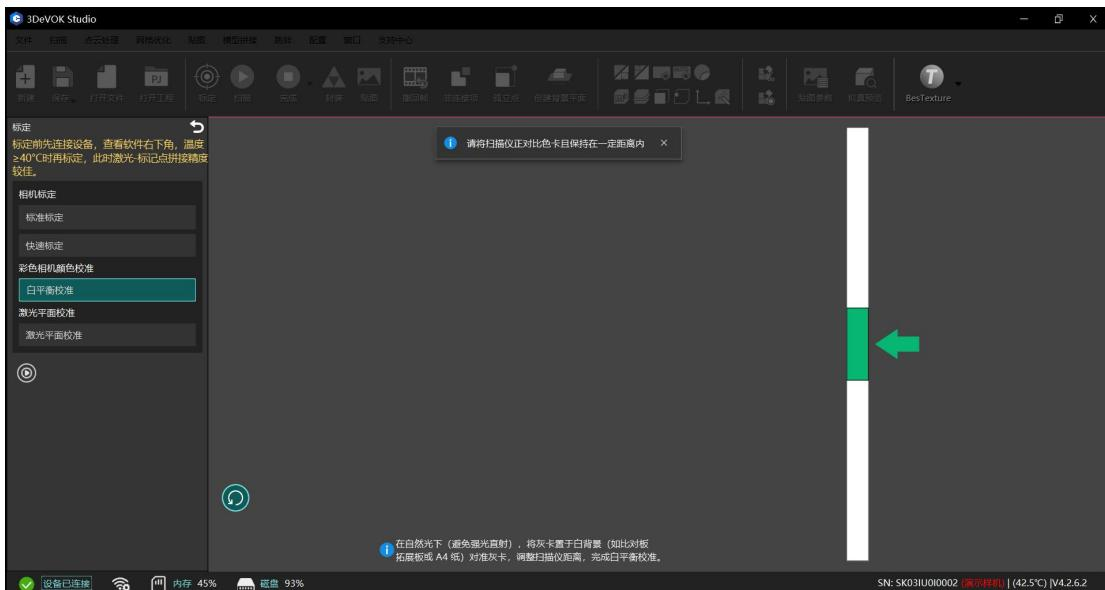

图 6-5 白平衡校准软件截图示意图
- 2、点击左侧“白平衡校准”按钮，按照软件指引，进行白平衡标定（如图 6-5 所示）。